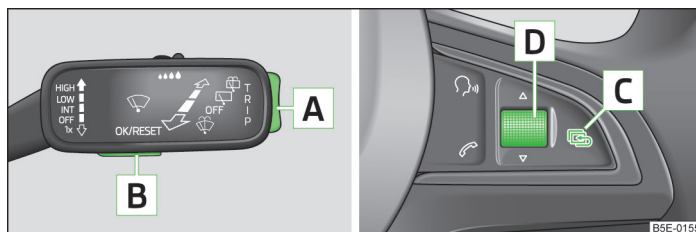

Fig. 10 Tastele (rotița) de la maneta de operare / de la volanul multifuncțional
- Selectați de la tasta **[A]** » fig. 10 sau de la rotița **[D]** punctul de meniu **Avertizare la depășirea vitezei**.
- › Selectați de la tasta **[A]** » fig. 10 sau de la roțița **[D]** punctul de meniu **Avertizare la depășirea vitezei**.